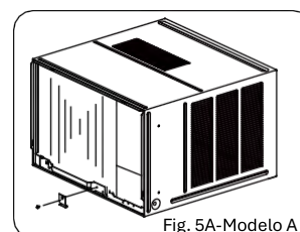

Fig. 5A-Modelo A
1. Retire um parafuso que fixa o suporte de fixação da estrutura e, em seguida, desmonte o suporte de fixação da estrutura, como indicado na Fig. 5A.